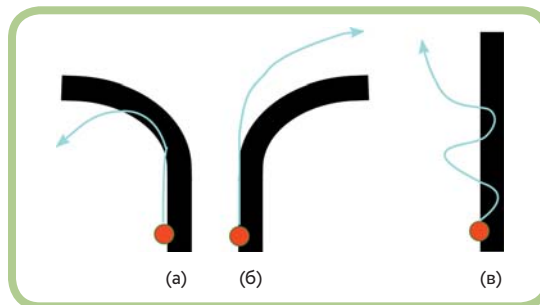

Рис. 19.6. Заезд робота на Светлую сторону в Плохую зону
Робот может оказаться в этой области тремя способами, как показано на рис. 19.6. На этом изображении красный кружок соответствует местоположению датчика, а голубая линия описывает путь робота по мере его движения вперед.
- Когда линия поворачивает влево (рис. 19.6, а), датчик начинает пересекать ее. Если программа компенсирует это, используя слишком большое значение параметра **Рулевое управление** (Steering), робот может переместиться слишком далеко влево.
- Когда линия поворачивает вправо (рис. 19.6, б), показания датчика увеличиваются. Если программа среагирует слишком поздно, используя недостаточно большое значение параметра **Рулевое управление** (Steering), робот может отклониться слишком далеко влево.
- Наконец, если при движении робота вдоль прямой линии используется слишком большой коэффициент усиления, робот может слишком сильно колебаться из стороны в сторону, т. е. *осциллировать* (рис. 19.6, в); в этом случае он также может оказаться слишком далеко от линии.